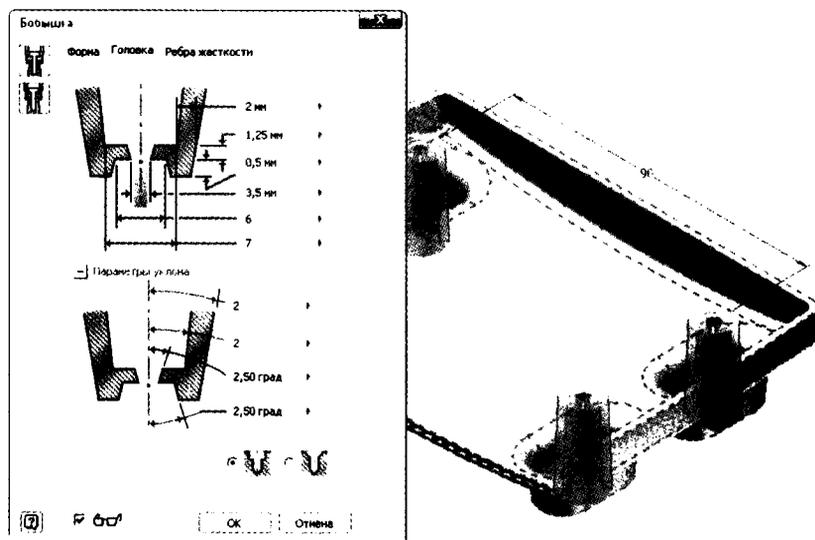

Рис. 9.7. Диалоговое окно Бобышка может управлять большим количеством параметрических значений
6. Измените первые два параметра с 2.5 на **2** градуса. Проверьте значения по рис. 9.7¹.